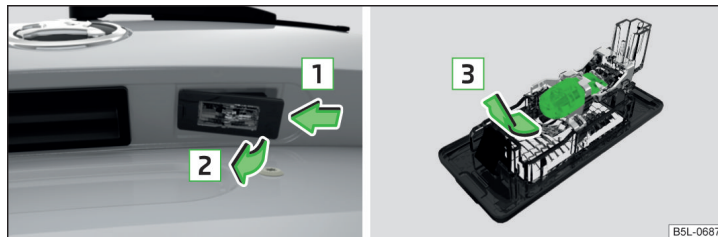

Fig. 192 Desmontar la luz de la matrícula / cambiar la bombilla
- » Empuje la lámpara en la dirección de la flecha **1** » fig. 192.